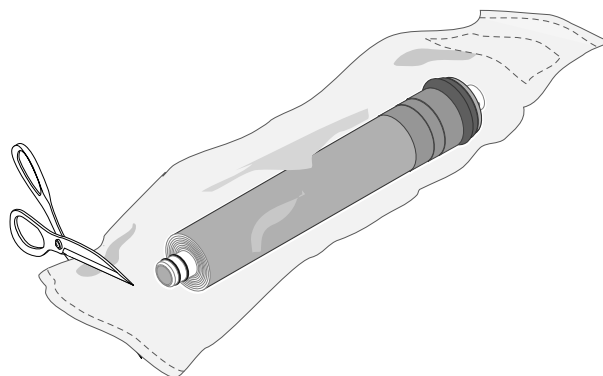

Figura 8: Corte la bolsa de la membrana en el extremo de la membrana que tiene los 2 aros tóricos. ¡No dañe ni toque la membrana!
- La membrana de OI tiene dos aros tóricos en un extremo. Corte la bolsa de la membrana en ese extremo (ver Figura 8). **Tenga mucho cuidado de no dañar la membrana.**